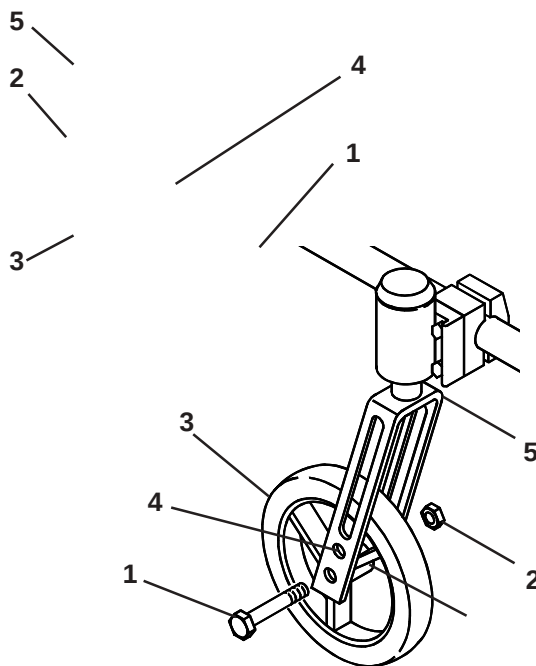

Fig. 48
De twee-gats voorvorken (Fig. 48) geven u de mogelijkheid tot het verwisselen van 125 mm, 200 mm en 150 mm zwenkwielen om zo de zithoogte te verstellen. Om te verstellen verwijdert u de asbout (1) en moer (2) met een 13 mm ringsleutel waarna het zwenkwiel (3) verwijderd kan worden. Ofwel u verandert de zwenkwielgrootte en/of de positie van zwenkwiel naar boven of beneden in de gewenste voorgeboorde gaten (4) die op een onderlinge afstand van 25 mm voorgeboord in de voorvork (5) zitten. Monteer de bout en moer weer en draai ze vast op een aanhaalmoment van 27 Nm.